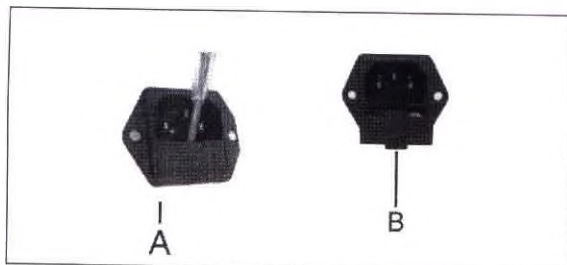

Рисунок 7
Отключите кабель питания и основной блок управления. (См. Рисунок 7 - см. В)
2. Вставьте плоскую отвертку в паз в отверстии блока управления, а затем извлеките его (Рисунок 7 - № А);
3. Откройте отсек предохранителя (см. Рисунок 7 - № В) и выберите подходящий предохранитель для замены, следуя наклейке на нижней части гнезда блока управления.